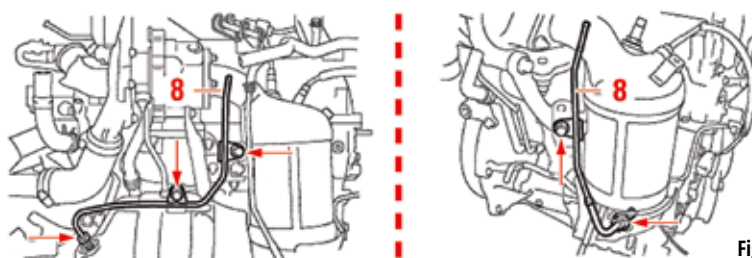

Fig. 36
- Déposer les canalisations de prise de pression **(8)** (Fig.36).